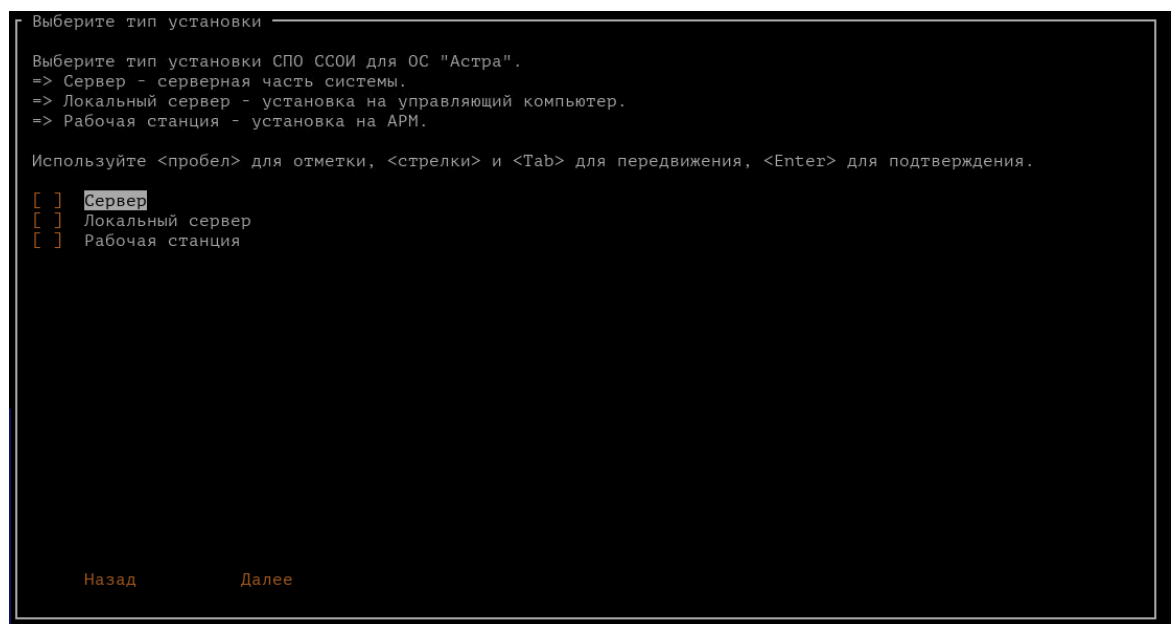

Рисунок 20 – Выбор варианта установки
11) Выберите вариант установки: сервер (рис. 20).